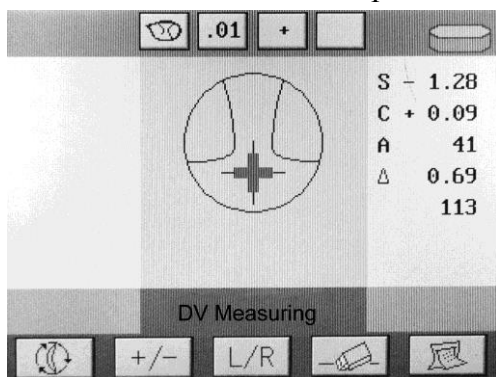

рис.23
3. Переместите линзу согласно экрану, двигая “O” к центру. Затем “O” сменится на “+”, измерение закончится. (рис.23)